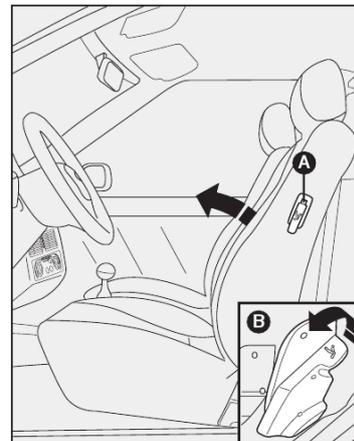

fig. 7
### BASCULAMENTO DOS BANCOS DIANTEIROS (exceto veículos 5 portas) - fig. 7
**OBS.:** para rebater o conjunto de encosto e assento do banco dianteiro do Uno versão 2 portas, levante a alavanca **B**-fig. 7 e realize a operação.